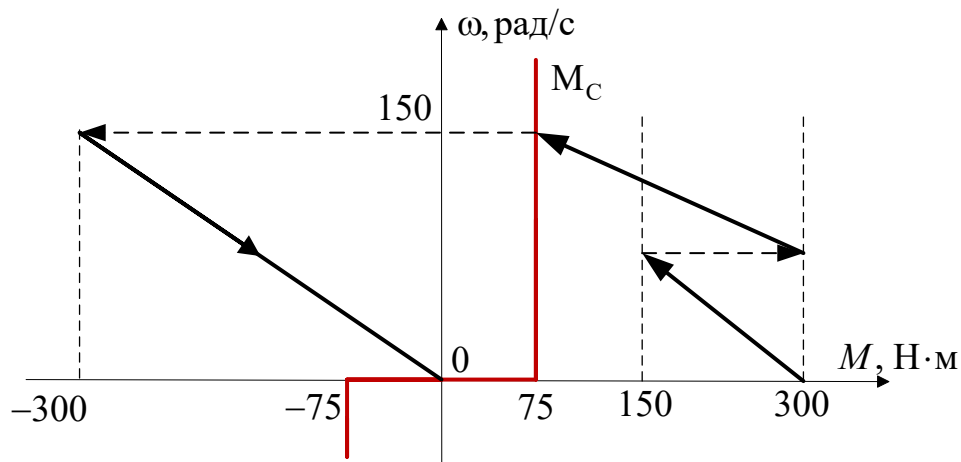
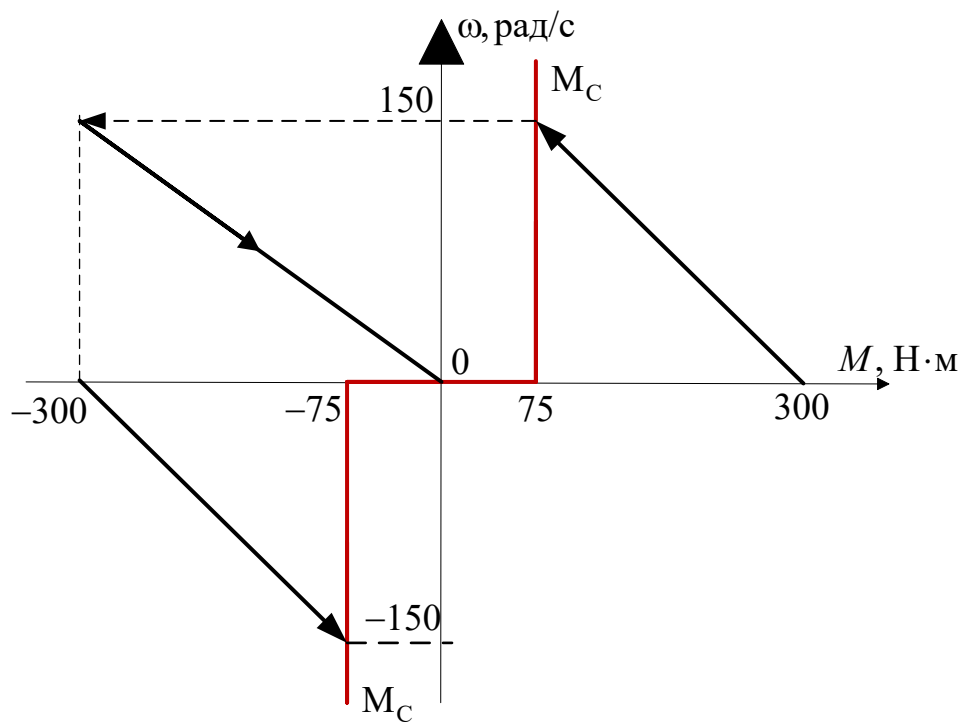

Рис. 4.2. Переходной процесс в осях механической характеристики (пуск, торможение)
Рис. 4.3. Переходной процесс в осях механической характеристики (пуск, торможение, реверс)
3. Изобразите графики переходного процесса  $\omega(t)$  и  $M(t)$  для характеристик, изображенных на рис. 4.2 и рис. 4.3. Какой тип торможения реализован? Какой характер момента сопротивления (активный, реактивный)?
4. На рисунке 4.4 представлена силовая часть релейно-контакторной схемы управления ДПТ НВ. Укажите, какие контакторы замкнуты для каждого этапа пуска/торможения процессов на рис. 4.2 и рис. 4.3.